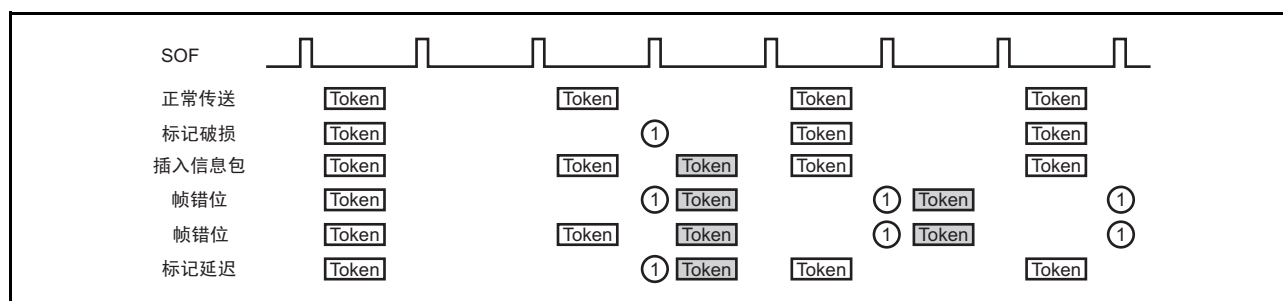

图 21.18 IITV=1 时的间隔错误的发生例子
本模块的间隔错误的发生例子如图 21.18 所示。间隔错误有以下 5 种。在图中的①时序，发生间隔错误，并且进行缓冲器的清除。